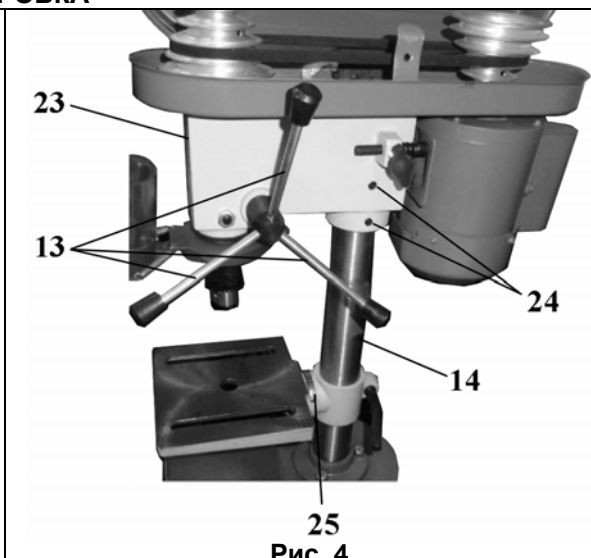

Рис. 4
- трещины металлоконструкции шпиндельной головки (23), Рис. 4;
- Аккуратно установите на колонну (14) шпиндельную головку станка (23), Рис.4, предварительно ослабив винты фиксации (24), Рис.4. Поворачивая шпиндельную головку (23) на колонне (14), Рис.4, убедитесь, что она «села» до упора. Положение шпиндельной головки зафиксируйте винтами фиксации (24), Рис.4.